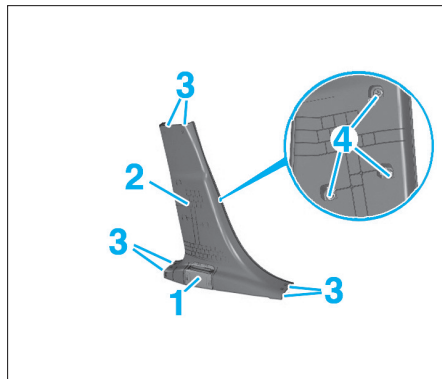

FIG. 11
- Dégrafer puis déposer la garniture (1), sur la garniture de pied milieu inférieur, à l'aide d'un outil plat non tranchant (Fig.11).
- Dégrafer la garniture de pied milieu inférieur (2) en (3) et (4) à l'aide d'un outil adapté.
- la garniture de pied milieu inférieur (2),